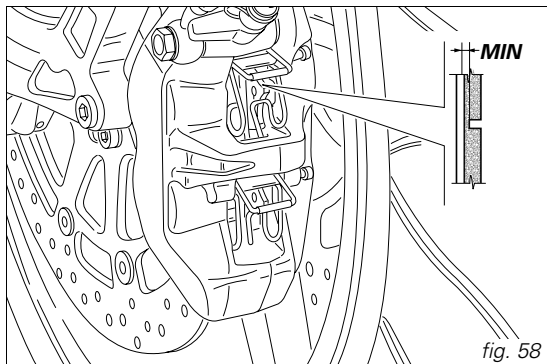

fig. 58
**Vérifiez l'usure des plaquettes de frein** (fig. 58)